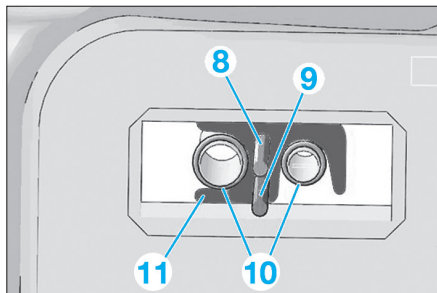

Fig. 36
- Poser la tige filetée (8) (Fig.36).
- Déposer la vis (6).
- Poser la tige filetée (9).
- Déposer le détendeur (7) et les joints toriques (10).